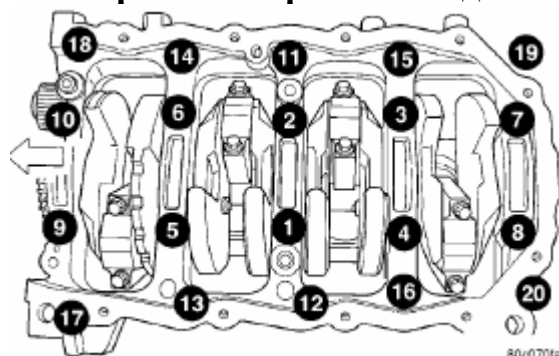

Рис. 50. Порядок затяжки болтов крышек коренных подшипников/основания.
- (10) Затянуть болты (1–10) еще раз моментом 41 Н·м (30 футов. фунт-силы) +на 1/4 оборота в последовательности, указанной на Рис. 50.